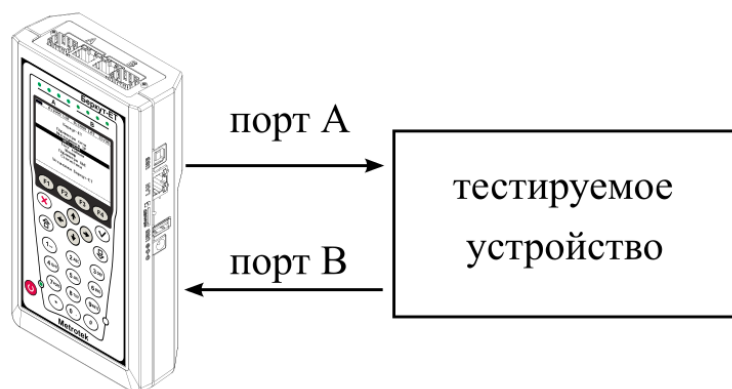

Рисунок 10.33. Типовая схема подключения для проведения теста «Тестовые данные»
1. Подключить прибор по схеме, представленной на рис. 10.33.